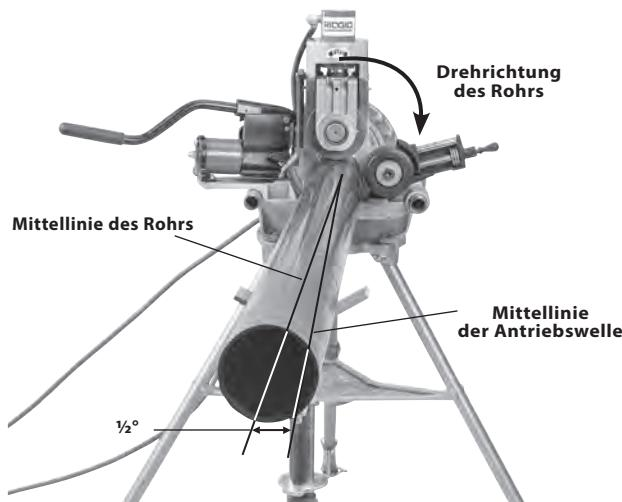

Abbildung 14 - Versetzen des Rohrs um $\frac{1}{2}^\circ$ in Richtung Bediener, (übertrieben)
- Schalten Sie den REV/O-OFF/FOR-Schalter (Rückwärts/Aus/Vorwärts) des elektrischen Antriebs/der Gewindestichmaschine in die REV-Position (Rückwärtsdrehung). Betätigen Sie den Fußschalter und geben Sie ihn wieder frei. Die Antriebsrolle muss sich im Uhrzeigersinn drehen (*siehe Abbildung 14*), entsprechend dem Aufkleber für die Rohrdrehung auf dem Rollnutgerät. Wenn sich das Rollnutgerät nicht in die richtige Richtung dreht oder der Betrieb der Maschine nicht mit dem Fußschalter bedient werden kann, verwenden Sie die Maschine erst, wenn sie repariert wurde.
- Bevorzugter Betrieb - Schalter in REV-Position (Rückwärtsdrehung):** Versetzen Sie Rohr und Rohrständer etwa 1/2 Grad (etwa 1 Zoll auf 10 Fuß vom Rollnutgerät) zum Bediener hin. Die korrekte Ausrichtung des Rohrs und des Rollnutgeräts hilft, die richtige Nachführung des Rohrs während des Nutens sicherzustellen (*Siehe Abbildung 14*). Dies ist der richtige Versatz für das Nuten mit der Maschine in der Schalterstellung REV (Rückwärtsdrehung) und funktioniert mit dem Stabilisator.
- Erhöhen Sie etwas den Versatz des Rohrs (Erhöhung von $\frac{1}{2}$ Grad auf 1 Grad) Siehe Abbildung 14.